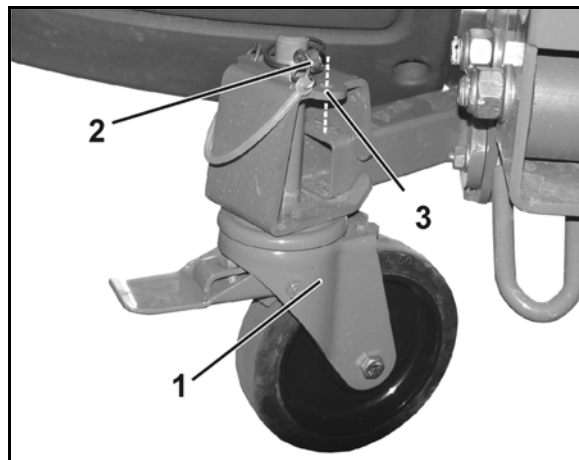

図 26
ブロードキャスターが走り出すのを防ぐため、ロックシステムを備えた 2 個のガイドローラーを備えています (図 26/1)。
5. 前側の可動ブレーキホイール (図 26/1) を
- 取り付け、リンチピン (図 26/2) で固定します。あるいは
搬送用ホイールを使用しない場合、リンチピンをパーキング位置 (図 26/3) で固定します。